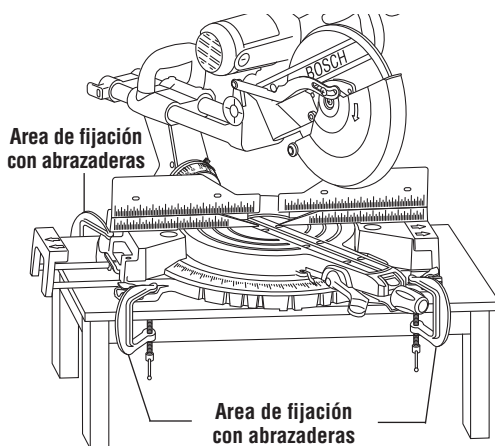

Figura 15. Montaje portátil usando abrazaderas
- Coloque dos (2) o más abrazaderas en "C" en las áreas de fijación con abrazaderas y fijelas (Figura 15).
- Tenga cuidado de no poner las abrazaderas sobre las palancas de sujeción de las extensiones de la base (Figura 15).